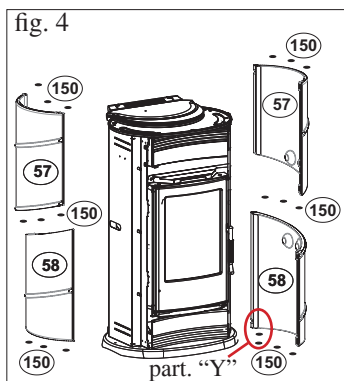

fig. 4
- Chausser les carreaux de céramique (57-58) sur les plaques (78)
- Intercaler 2 entretoises siliconées (150) dans la partie postérieure entre le socle en fonte et le carreau inférieur droit (58) (voir détail Y - fig. 4).